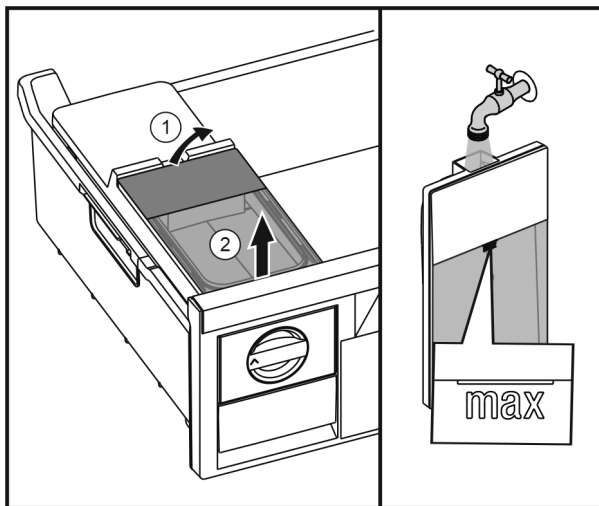

Fig. 32
- ▶ Поднять бак для воды сзади Fig. 32 (1) и извлечь движением вверх Fig. 32 (2).